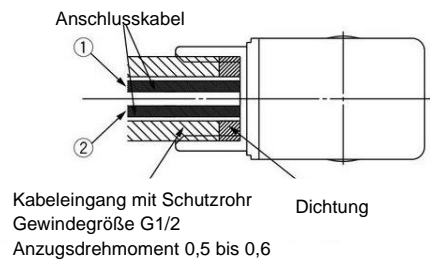

Abbildung 4. Kabeleingang für Schutzrohranschluss
- Interne Verbindungen werden in Abbildung 4 gezeigt. Stellen Sie die Anschlüsse an die Spannungsversorgung entsprechend her.